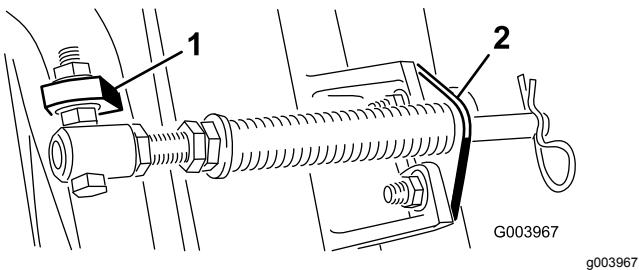

Figura 6
- C. Monte o parafuso no tubo da mola no separador oposto na estrutura de suporte e prenda com a porca flangeada. A cabeça do parafuso deve ser colocada no lado de fora do separador conforme ilustrado na Figura 6.
- D. Monte o suporte da barra nos separadores da unidade de corte com os parafusos e porcas da carroçaria (Figura 6).